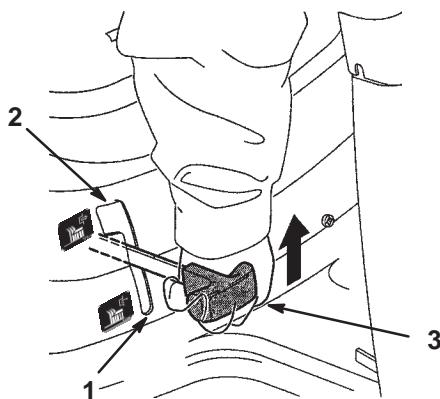

**Figure 5**
2. Tirez le levier de hauteur de coupe et sélectionnez la position souhaitée puis relâchez lentement le levier dans le cran (Fig. 5).